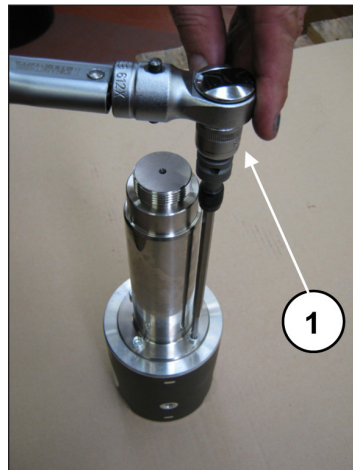

图 46
利用专用工具锁定活塞导承，接着用扭力扳手进行螺丝的调节(①，图 46)，如第3章所示。